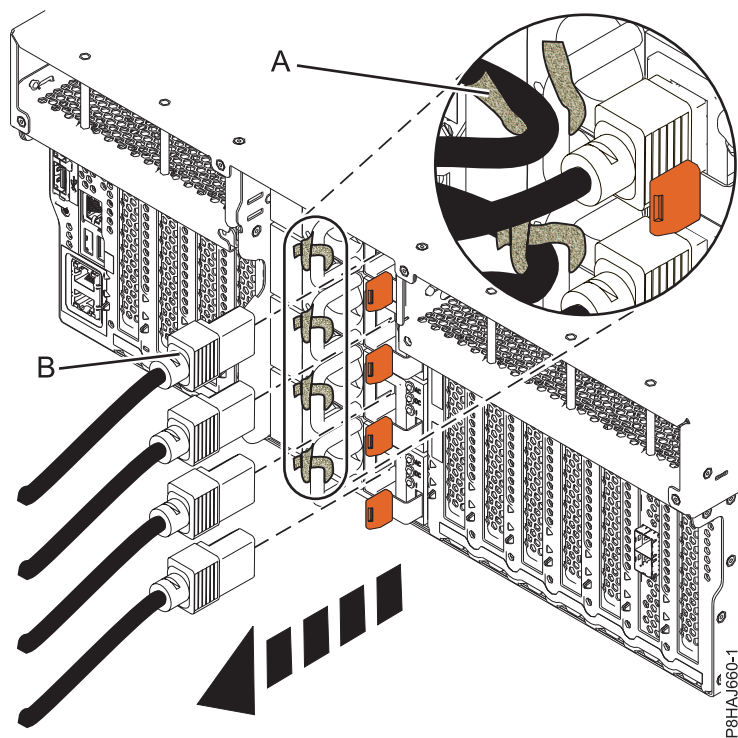
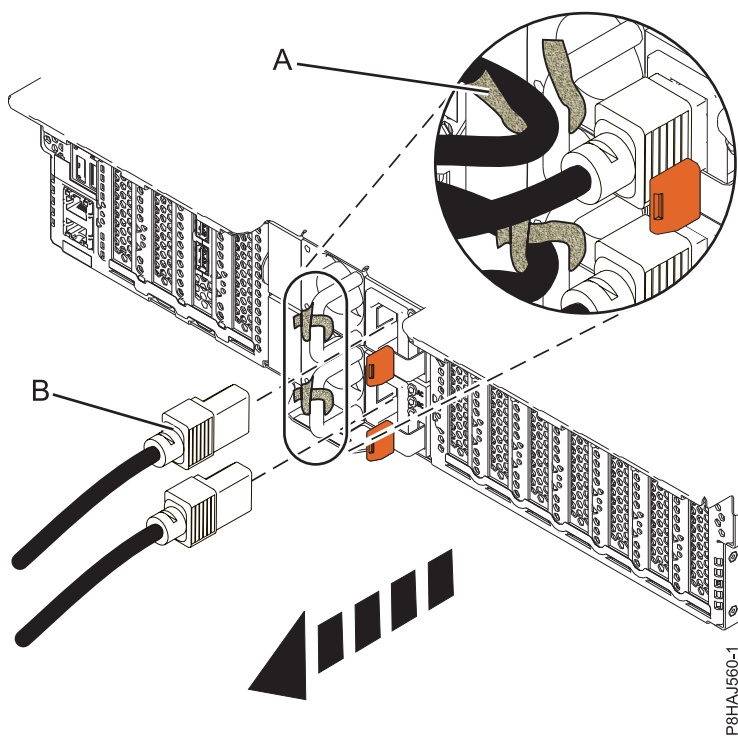
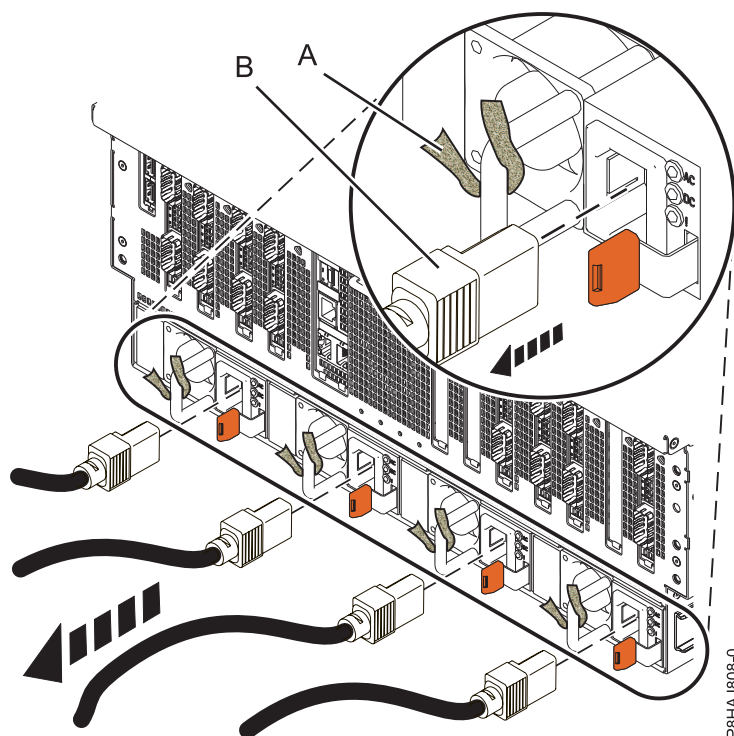

図 41. 8247-42L、8286-41A、または 8286-42A システムからの電源コードの取り外し
図 42. 5148-21L、5148-22L、8247-21L、8247-22L、8284-21A、または 8284-22A システムからの電源コードの取り外し
図 43. 8408-44E または 8408-E8E システムからの電源コードの取り外し
3. 電源コード **(B)** をシステム装置から切り離します。ご使用のシステムのタイプに応じて、60 ページの図 41、60 ページの図 42、または 61 ページの図 43を参照してください。